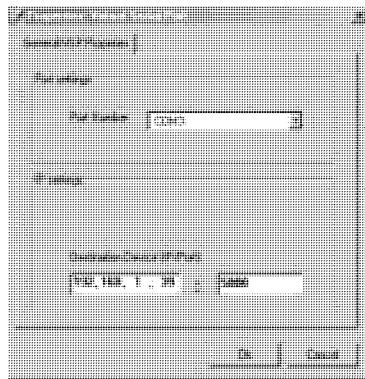

Рис. 9. Окно свойств виртуального последовательного порта
3. Для добавления виртуального последовательного порта нажмите кнопку **Add VSP** и введите IP-адрес и номер порта **VS-161HDMI** (рис. 9).